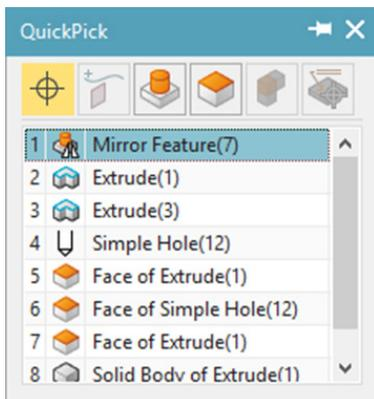

图 1-28 快速挑选
(5) 对象选择与意图。当选择对象时,在选择范围内常常有多个对象存在,快速挑选(Quick Pick)能方便地浏览这些候选对象,如图 1-28 所示。